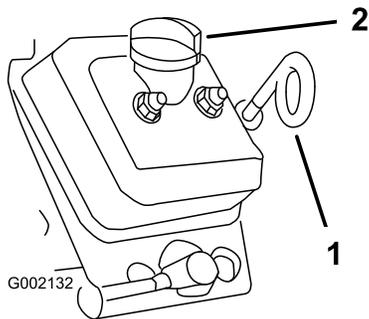

図 35
5. ディップスティックや給油口からごみが入ってエンジンを傷つけないように、ディップスティックと補給キャップ 図 35 の周囲をウェスできれいに拭く。
6. ディップスティックを抜いて、付いているオイルをふき取る 図 35。
7. ディップスティックを、チューブの根元までもう一度完全に差し込む 図 35。
10. キャップを取り付ける 図 35。
11. ディップスティックを取り付ける。奥まで完全に差し込むこと 図 35。